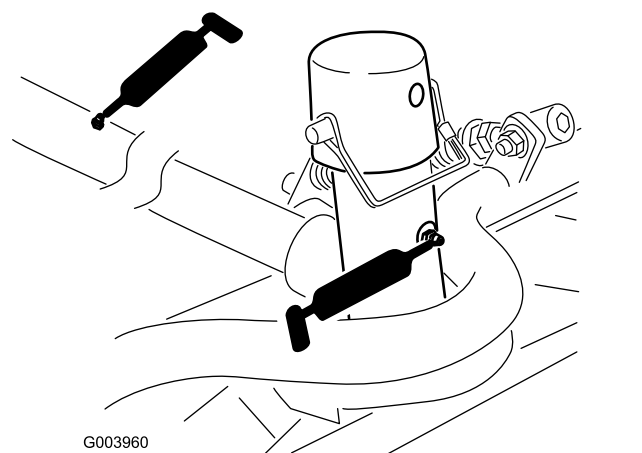

Figure 77
- Bâti porteur d'unité de coupe et pivot (x 2) (Figure 77)